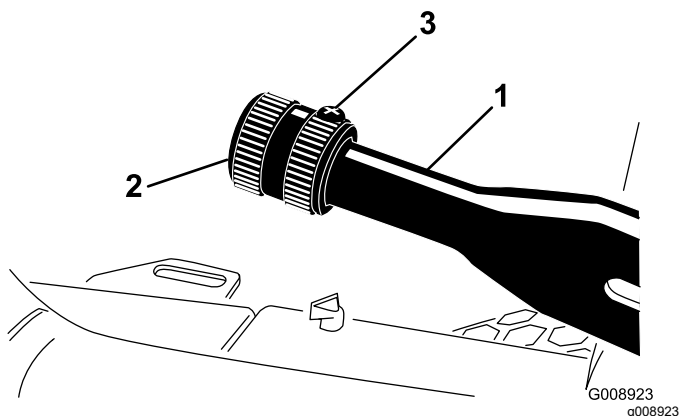

Bild 75
2. Lösen Sie die Stellschraube, mit der das Handrad am Feststellbremshebel befestigt ist (Bild 75).